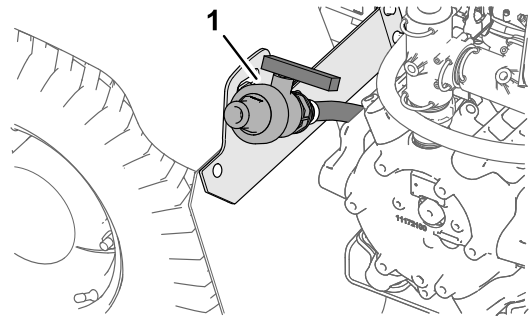

Bild 44
2. Ermitteln Sie das Behälterentleerungsventil am hinteren Kotflügel an der linken Seite der Maschine (Bild 44).